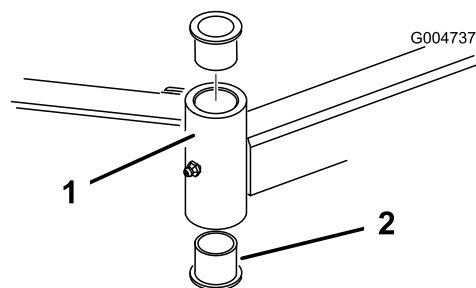

Figure 112
4. Insérez un chasse-goupille dans le haut ou le bas du tube de montage et chassez la bague hors du tube (Figure 112).